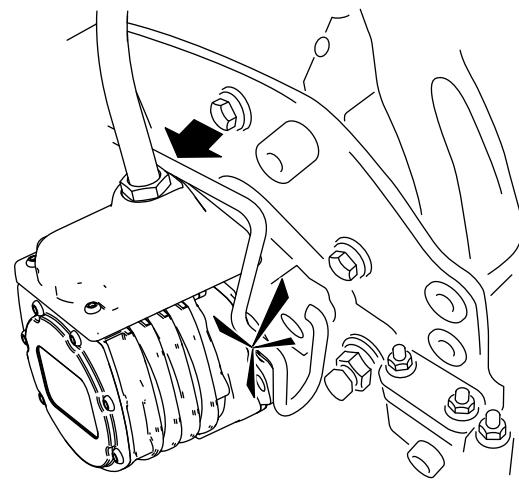

Figura 64
6. Cubra el eje acanalado del motor de la unidad de corte con grasa limpia (Figura 64).
7. Introduzca el motor en el lado izquierdo de la unidad de corte (visto desde el puesto del operador) y tire de la barra de retención del motor en la unidad de corte hacia el motor hasta que oiga un “clic” en ambos lados del motor (Figura 64).